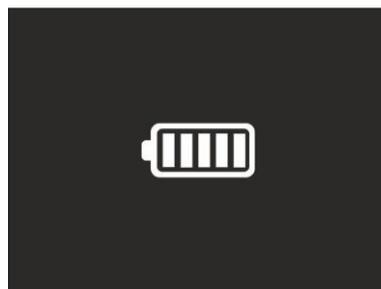

Fig. 51: Indicação de carga total da bateria
1. Pressione a tecla para entrar na galeria de imagens e vídeos guardados na memória do instrumento ou no cartão micro SD. O ecrã da Fig. 51 - o seguinte lado esquerdo é mostrado no ecrã
3. Clique no símbolo “i” para abrir a seção com informações sobre a imagem guardada. O ecrã da Fig. 51 - lado direito é mostrado no dispositivo